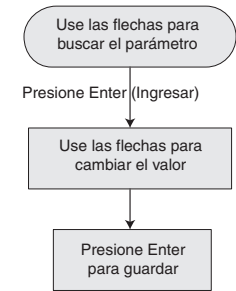

Figura 12 - Cambiar el valor de un parámetro.
- B. Siga la secuencia de teclas de la figura 12:
La contraseña bloquea o desbloquea los botones azules del teclado. Todas las unidades del PENTEK INTELLIDRIVE se envían de fábrica con la contraseña predeterminada 7777. Se puede cambiar a cualquier otro número de 1 a 4 dígitos. Para restablecer la contraseña a una contraseña única para la unidad, desbloquee el teclado (ver abajo) y siga la secuencia de teclas de la figura 12 para hacer el cambio.